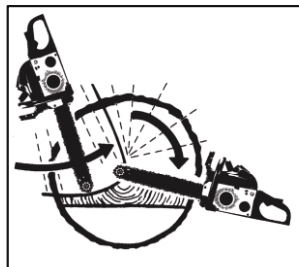

Рис. 11Г
ПРЕДУПРЕЖДЕНИЕ: При увеличении запила (D) дерево должно начать падать в направлении заданном запилом (C). Как только дерево начало падать, выньте пилу из реза, заглушите двигатель и затормозите цепь. Отойдите на безопасное расстояние по заранее намеченному пути отступления (рис. 11 А).